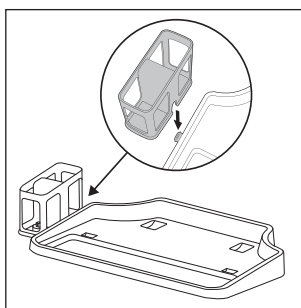

Rys. 3
- ♦ Nawinić kabel zasilający **17** całkowicie wokół uchwytu kabla górnego i dolnego **16/20** (patrz rys. 3).